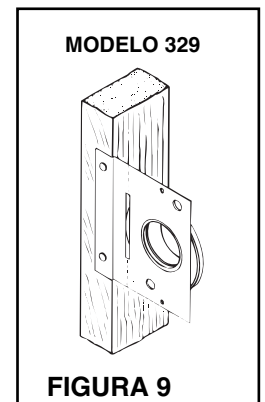

FIGURA 9
6. Cuando use el modelo 329 pegue el codo a la placa de montaje. Sujételo al montante como se ve ilustrado en la Figura 9.